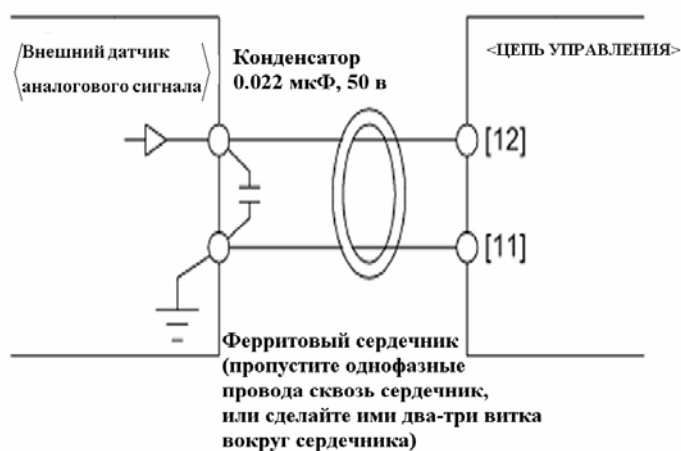

Рис. 2.14. Вариант схемы устранения помех
-Если ПЧ подключен к внешнему датчику аналогового сигнала, возможно появление сбоев вследствие электрических помех со стороны ПЧ. В таких случаях рекомендуется подключить к выходу датчика ферритовый сердечник (например, тороидальный), или подсоединить между сигнальными проводниками конденсатор, подавляющий высокие частоты (рис. 2.14).